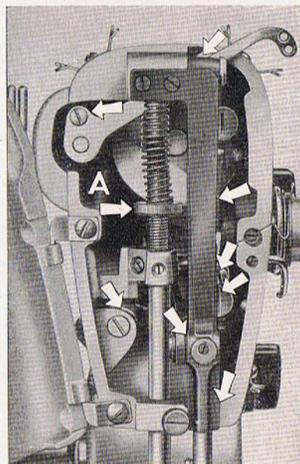

Abb. 64.
Dabei soll man die Maschine nur mit Öl anfeuchten. Viel Öl hat gar keinen Zweck, es rinnt nur heraus und beschmutzt die Näharbeiten. Abbildung 64 zeigt Öllöcher und Ölstellen, die vorne im oberen Arm der Maschine zugänglich werden, wenn man den Deckel öffnet.
3. Der Druck des Nähfusses ist zu schwach. Den Druck verstärken, indem man die Einstellmutter nach rechts dreht (A in Abb. 64).
6. Der Nähfussdruck ist zu schwach, besonders beim Nähen in dickem Stoff. Einstellmutter nach rechts drehen (A in Abb. 64).
3. Der Nähfussdruck ist zu stark. Die Einstellmutter (A in Abb. 64) nach links drehen.
1. Der Nähfussdruck zu gross. Die Einstellmutter etwas lösen (A in Abb. 64).